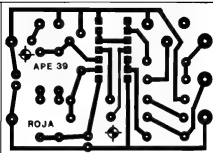

Fig.2
- **FIG. 2 - LAY OUT DO CIRCUITO IMPRESSO ESPECÍFICO** - Como a quantidade de peças é reduzida, o próprio arranjo de ilhas e pistas apresenta suficiente "descomplicação" e baixo "congestionamento" para que sua realização fique ao alcance mesmo do Hobbyista ainda sem muita prática... Recomendam-se - certamente - os eternos cuidados, exaustivamente descritos em APE, para a traçagem, corrosão, limpeza, furação e verificação final do Impresso, tudo isso antes de começar as soldagens... Uma leitura atenta às INSTRUÇÕES GERAIS PARA AS MONTAGENS ajudará muito aos recém-Hobbyistas... Lembrar sempre que, mesmo partindo de componentes corretos e perfeitos, polaridades certas, soldagens perfeitas, etc., um circuito NÃO FUNCIONARÁ se o seu substrato, a placa de Impresso, tiver uma merdinha de um defeitinho (lapso ou "curto" nos caminhos cobreados), quase invisível a olho nu...
nar corretamente as peças para soldagem... Alguma duvidazinha que "sobrar" poderá ser sanada a partir de uma leitura ao TABELÃO APE, sempre encartado nas primeiras páginas da Revista, lá junto às INSTRUÇÕES GERAIS (também permanentes...). Como sempre, enfatizamos que os maiores cuidados devem ser dispensados à colocação dos componentes polarizados (Integrado, diodos, capacitores eletrolíticos), mas também a relação valor/posição das demais peças tem grande importância (se dois resistores - por exemplo - um de 10K e um de 10M tiverem suas posições trocadas, o circuito não funcionará...). Um lembrete: os terminais do trim-pot vertical são mais grossos do que a média das "pernas" das demais peças, necessitando assim de uma furação de maior calibre, na placa, para a devida inserção (observem, na fig. 2, que as "ilhas" destinadas aos pinos do dito trim-pot são mais "taludas", justamente para permitir furações de maior parâmetro). Algumas ilhas periféricas (junto